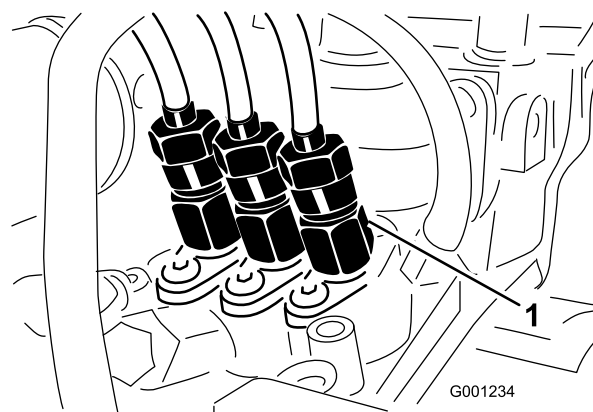

Figure 51
1. Desserrez le raccord entre l'injecteur N° 1 et le porte-injecteurs sur la pompe d'injection (Figure 51).